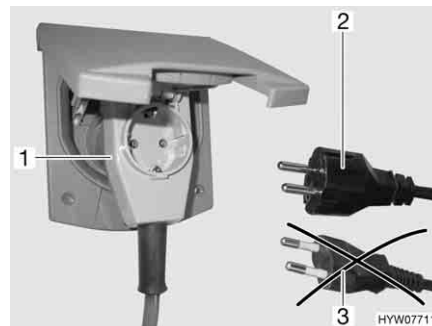

Bild 158 Anslutning till en vinkelkontakt med uttag
- ▶ Vid användning av en CEE 17-vinkelkontakt med uttag på baksidan (Bild 158,1) får endast en gummierad och förseglad IP 44-stickkontakt med skyddskontakt (Bild 158,2) användas. Använd inga stickkontakter utan skyddskontakt (Bild 158,3). Risk för strömstöt!